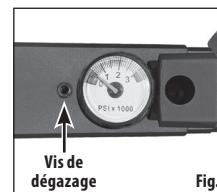

Fig. 4
2. Localisez la vis de dégazage en bas du fusil à côté de la jauge de régulation (Fig. 4).